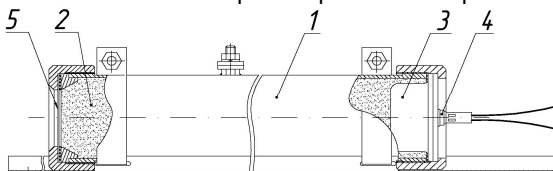
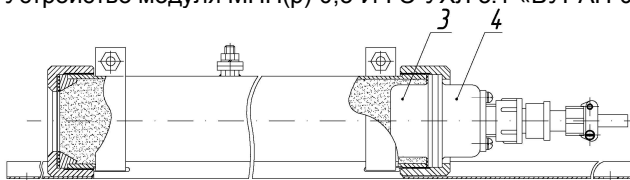

Рисунок 2.1 – Устройство модуля МПП(р)-0,3-И-ГЭ-УХЛ 3.1 «БУРАН-0,3»
Рисунок 2.2 – Устройство модулей:
4.1 Модуль (см. рис.2.1, рис.2.2) состоит из стального корпуса **1**, заполненного огнетушащим порошком **2**, газогенерирующего элемента **3**, устройства запуска **4**, разрывной мембраны **5** с насечками.
- Остальное - см. рисунок 2.1.
Остальное - см. рисунок 2.1.